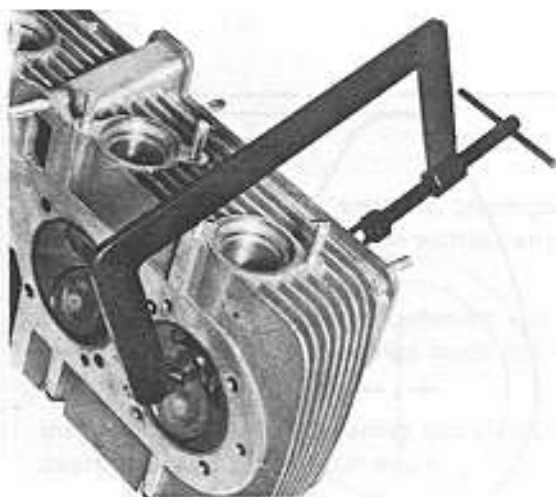
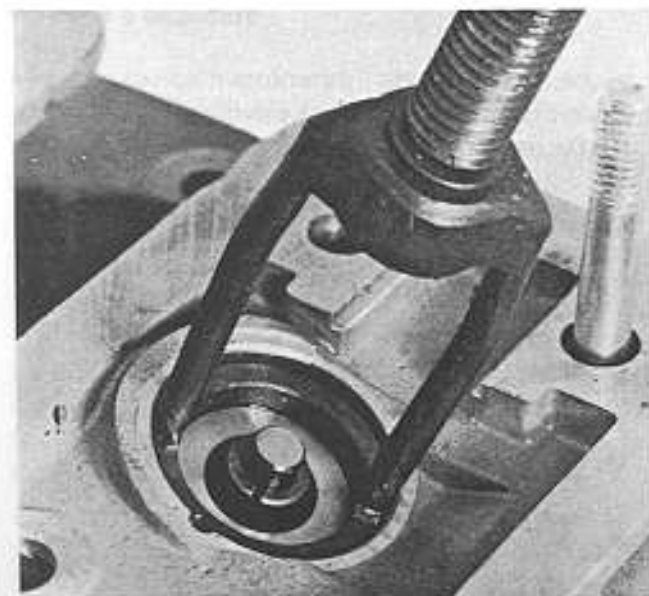

Fig. 43
Fig. 44
- To remove the valves use special tool No. 61820954 (Fig. 43). Compress the valve spring and remove the split collets from the spring collets with the aid of a small screwdriver or a pair of tweezers (Fig. 44).
- Per rimuovere le valvole utilizzare l'attrezzo speciale (Fig. 43). Comprimerne la molla-valvola e rimuovere i due semicorpi dal piattello con l'aiuto di un piccolo cacciavite o di un paio di pinzette (Fig. 44).